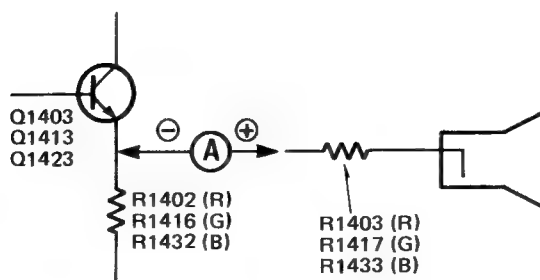

Fig. 15 Abb. 15
2. Connect an electrostatic type high voltage meter to the tripler output terminal (Fig. 15).
2. Einen elektrostatischen Hochspannungsmesser an den Dreifachausgang anschließen. (Abb. 15)